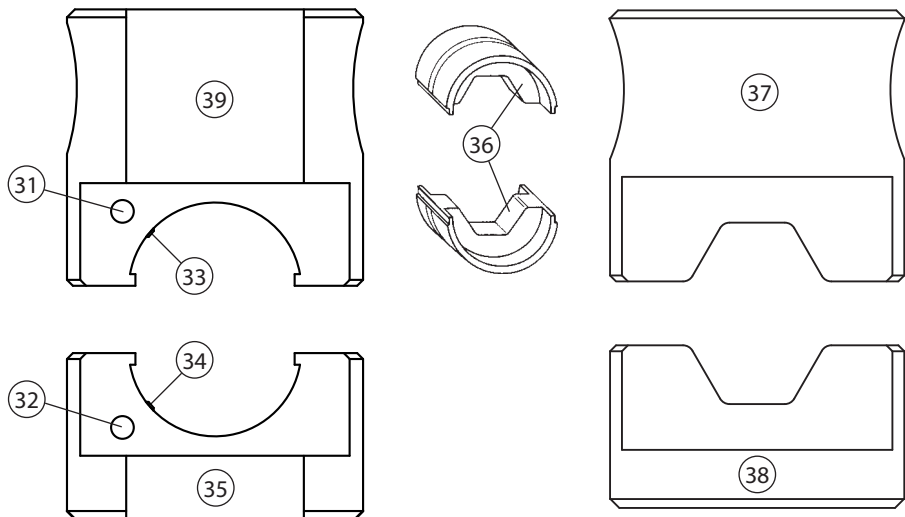

FIG. 1 DIES - MATRICES - PRESSEINSÄTZE - MATRICES - MATRICI
2.2) Montaggio delle matrici (Rif. a Fig. 1 e 2)